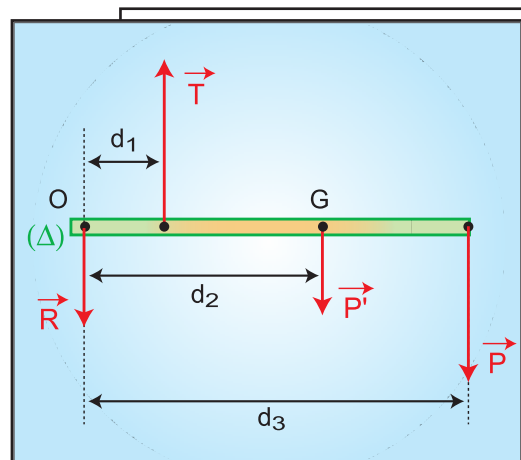

Fig.44
- 6- Une personne tient dans sa main une bouteille d'eau. L'os de l'avant-bras est modélisé par une barre horizontale sur laquelle on a représenté les forces appliquées (Fig.44) : $\vec{P}$ le poids de la bouteille ; $\vec{P}'$ le poids de l'avant-bras appliqué en son centre d'inertie ; $\vec{T}$, la tension du biceps ; $\vec{R}$, la réaction de l'articulation du coude. On suppose que l'articulation du coude correspond à un axe (Δ) perpendiculaire en O à la figure (Fig. 44).